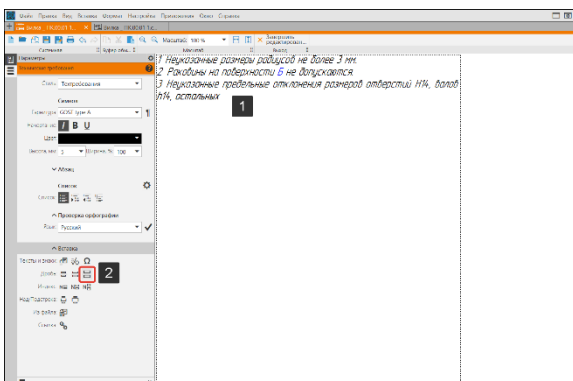

Рисунок 271 – Команда Дробь
- Закончим текст пункта после обозначения базы Б «не допускаются. 3. Неуказанные предельные отклонения размеров отверстий Н14, валов h14, остальных» (1) (Рисунок 271);
- В окне Вставка выберем третью пиктограмму в строке дробь (2) (Рисунок 271);